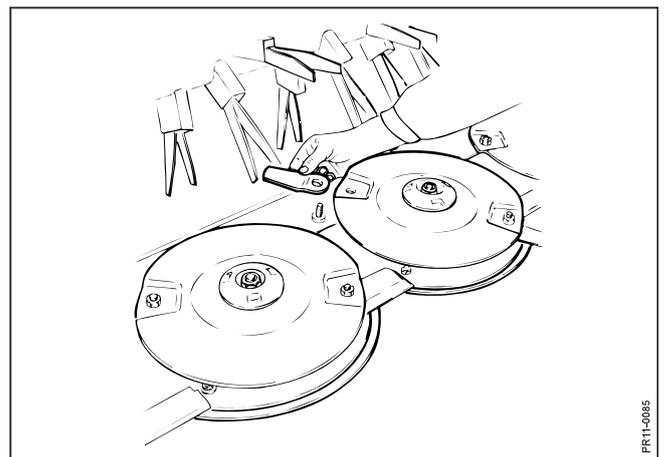

Fig. 5-10
- Fig. 5-10** Per ottenere un raccolto soddisfacente e' importante che le lame siano affilate e la barra intatta.